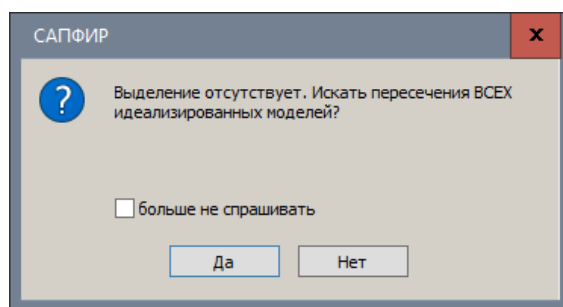

Рис.14.32. Диалоговое окно САПФИР
- В открывшемся диалоговом окне **САПФИР** (рис.14.32) щелкните по кнопке **Да**.